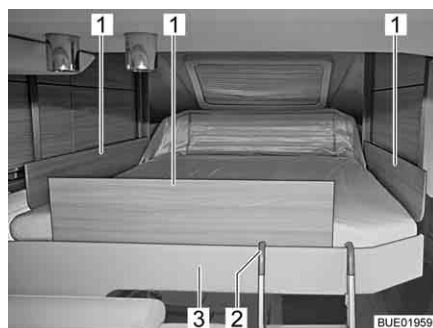

Fig. 122 Lit escamotable avec plaques de sécurité
- Mettre les plaques de sécurité (Fig. 122,1) en place entre le matelas et la bordure du lit (Fig. 122,3).
- Accrocher les deux étriers de l'échelle de montée (Fig. 122,2) à la bordure du lit (Fig. 122,3).
- Décrocher l'échelle de montée (Fig. 122,2) de sur la bordure du lit (Fig. 122,3).